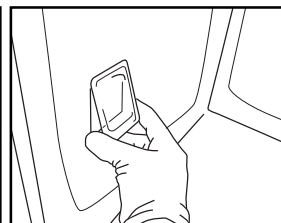

Fig. 9
5. Reposez le cache de l'ampoule en l'enfonçant jusqu'à ce qu'il s'enclipsse (Fig. 9).